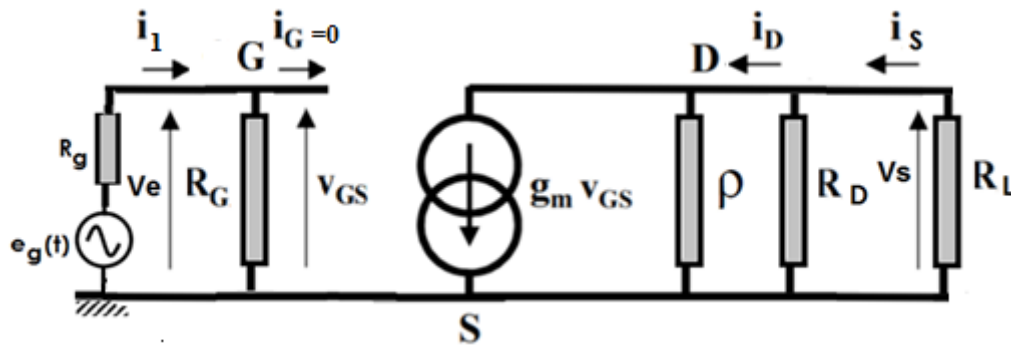

Figure 4. Modèle équivalent en dynamique
2. Modèle équivalent en dynamique (voir fig.4)